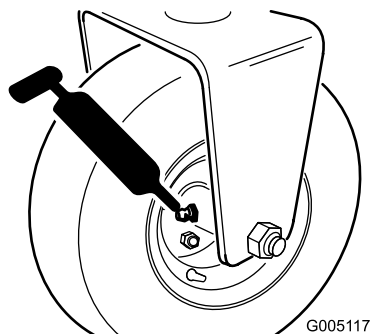

Figure 24
- Roulement de roue arrière (1) (Figure 24)